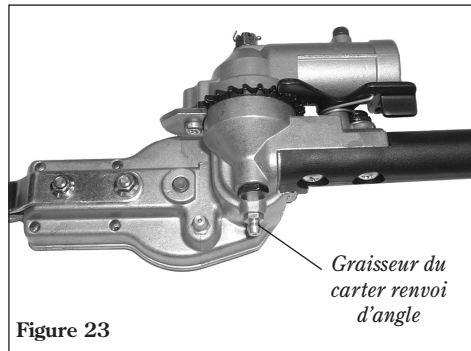

Figure 23
- c. Retirer le carter renvoi d'angle du tube. À l'aide d'une pompe à graisse, injecter de la graisse à base de Lithium (10 grammes environ) dans l'orifice de graissage du carter renvoi d'angle, jusqu'à ce que la graisse usée soit expulsée du carter renvoi d'angle (Figure 23). La graisse expulsée sera visible au niveau de la cavité du tube de transmission. Nettoyer l'excédent de graisse, puis remonter le carter renvoi d'angle sur le tube de transmission. S'assurer que le boulon de centrage s'engage bien dans l'orifice au niveau du tube de transmission. Serrer fermement les deux boulons.